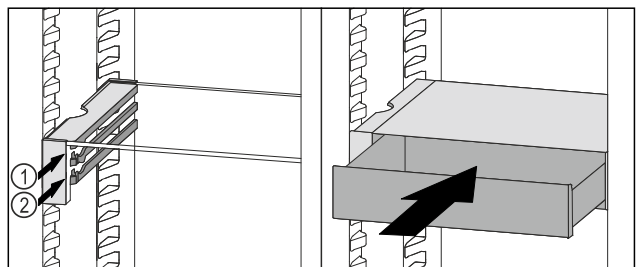

Fig. 88
- ▶ VarioSafe-Schubfach hinter den Stopperrn auf gewünschter Rippe Fig. 88 (1) oder Fig. 88 (2) aufsetzen.